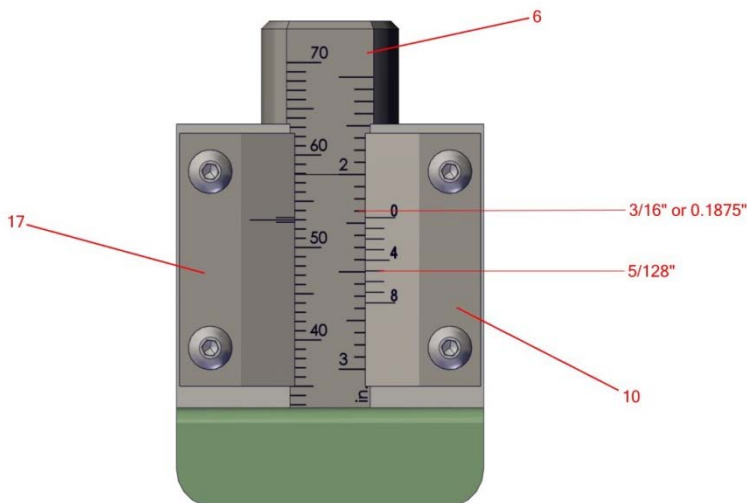

Figure 2 : Vernier AFS
9. Après trois coups, vérifiez que l'éprouvette compactée présente une hauteur dans les limites de tolérance standard, soit 50 mm \pm 0,5 mm (métrique) ou 2" \pm $\frac{1}{64}$ " (AFS). Pour ce faire, utilisez le vernier gauche métrique ou AFS (Figure 2 ou 3, N°17). Si la ligne 50 mm (métrique) ou 2" (AFS) sur la tige (Figure 2 ou 3, N°6), à environ 58 sur l'échelle de compactibilité, se trouve entre les lignes supérieure et inférieure du vernier gauche métrique (50 mm) ou AFS (2") (Figure 2 ou 3, N°17), l'échantillon est conforme aux spécifications.
2. À l'aide du vernier de poids droite (Figure 2 ou 3, N°10), déterminez le nombre de divisions entre la marque 50 mm sur l'échelle métrique (ou 2" sur l'échelle AFS) de la tige (Figure 2 ou 3, N°6) et la marque « 0 » sur le vernier de poids droite. Notez cette valeur. Elle peut être négative.